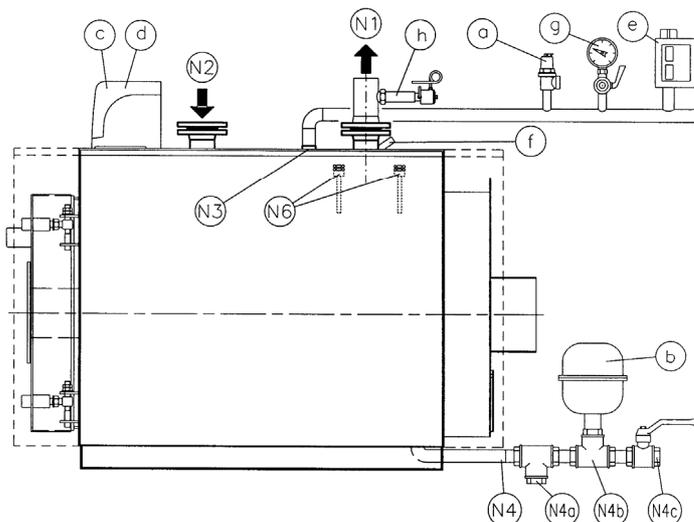

Fig. 1
3.2.1 INSTALACIÓN TÉRMICA DE AGUA CALIENTE CON DEPÓSITO DE EXPANSIÓN CERRADO - Potencia al hogar ≤ 300.000 kcal/h - presión 5 bar (Fig. 1)